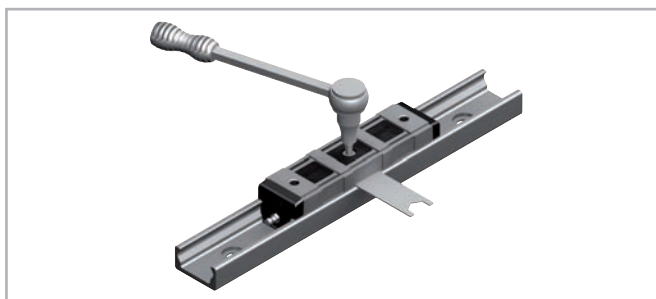

Рис. 98
(7) удерживая ролик в правильном положении регулировочным ключом, аккуратно затянуть фиксирующий винт ролика. (см. Рис. 98). Правильный момент затяжки можно будет выставить позже (см. Табл. 42);
(8) переместить каретку по всей длине направляющей, и убедиться в том, что требуемый преднатяг присутствует на всей этой длине. При правильно выставленном преднатяге каретка должна перемещаться легко и беззазорно по всей длине направляющей.
(9) если каретка имеет более 3-х роликов, повторить процедуру выставления преднатяга для каждого из эксцентриковых роликов. Убедиться, что преднатяг выставлен на всех эксцентриковых роликах. Убедиться, что после выставления преднатяга все без исключения ролики каретки нормально контактируют с рабочими поверхностями направляющей;
(10) после этого затянуть фиксирующие винты всех эксцентриковых роликов усилием из таблицы, придерживая при этом каждый ролик в его выставленном положении специальным плоским гаечным ключом. На оси ролика выполнена специальная резьба, облегчающая удержание ролика в выставленном положении;
(11) установить на место грязесъемники кареток типа "CSW" и "CDW", и должным образом смазать направляющие.